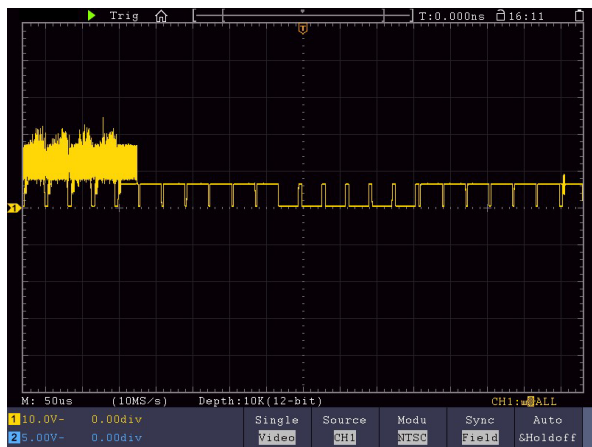

Рисунок 98 - Осциллограмма, полученная с помощью триггера по видеополю
7. Поверните ручки Вертикальная шкала, Вертикальное положение и Горизонтальная шкала, чтобы получить правильное отображение формы сигнала (см. рисунок 98).